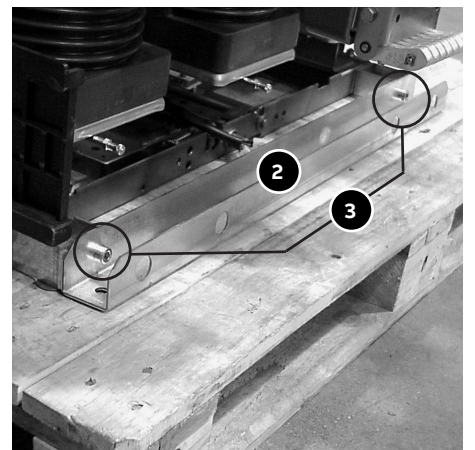

Abb. 2c
- Zum Anheben und Handhaben des Leistungsschalters die Anschlagmittel (1) (Abb. 2c) verwenden.